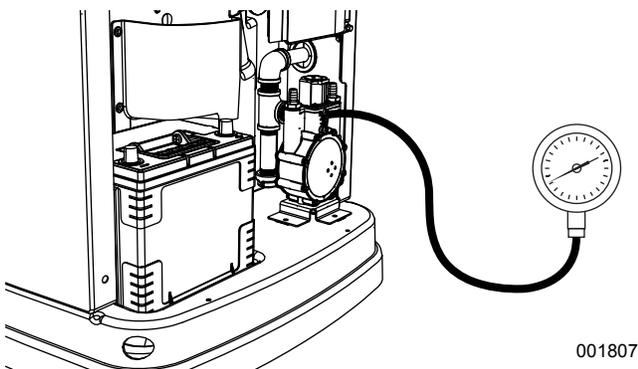

Figure 5-4. Contrôle de pression au manomètre
2. Voir **Figure 5-4**. Ouvrir la prise de mesure de pression de carburant du dessus sur le détendeur et y raccorder le manomètre de gaz.